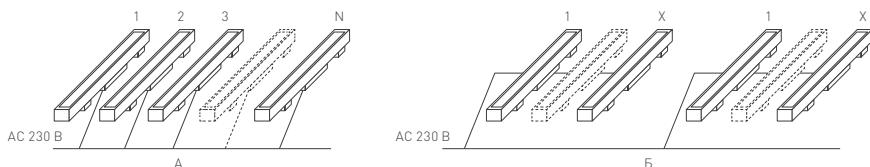

Рис. 2. Схемы подключения прожекторов [А — параллельное, Б — последовательно-параллельное].
- 3.3. Присоедините провода питания прожектора к обесточенной сети AC 230 В. Соблюдайте порядок подключения проводов: желто-зеленый — PE, «землеми», коричневый — L, «фаза»; синий — N, «ноль». Допустимые схемы подключения показаны на рис. 2.